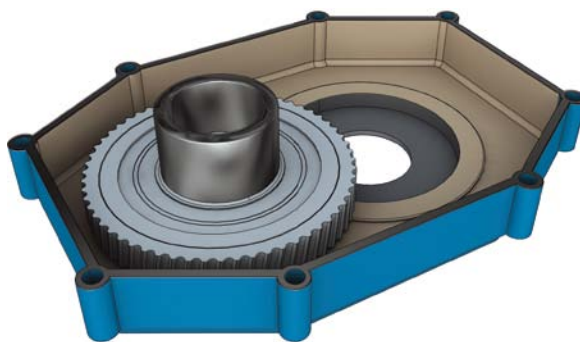
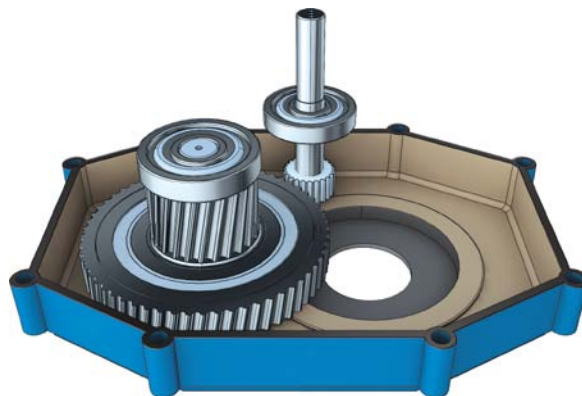

图 1.3-2
图 1.3-3
b) 拆下逆止器的闷盖、芯轮压板，取出里面的滚珠、顶销和弹簧，用拉马将芯轮拉出，轻轻敲出逆止器的外环（图1.3-2）。
c) 拆下减速机的所有螺丝、闷盖，用铜棒敲打空心轴，使箱体分开，依次取出齿轮（图1.3-2、图1.3-3）。